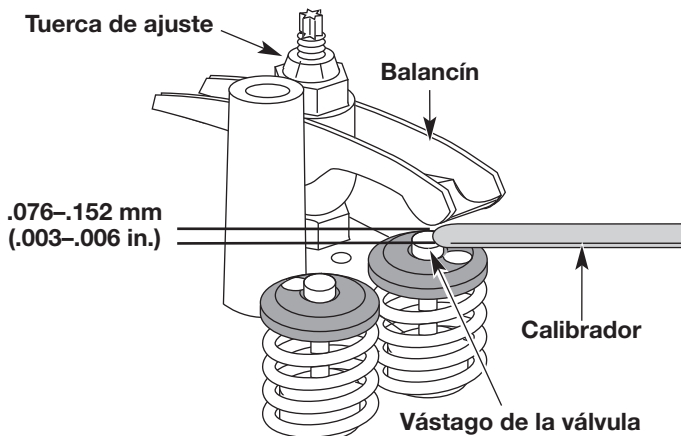

Fig. 30
- a. Gire la tuerca de ajuste con una llave de 8 mm (5/16 pulgadas) o una guía de tuercas (Fig. 30).